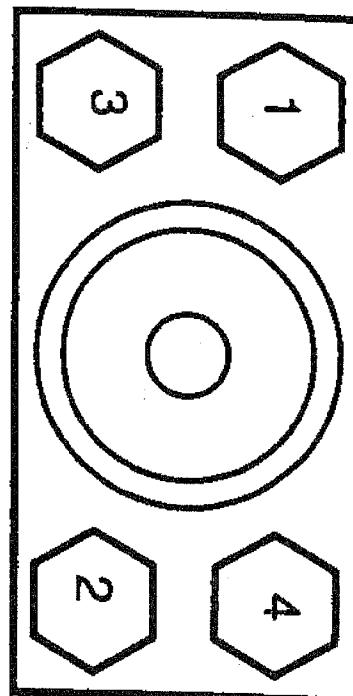

Рис. 32. Последовательность затяжки болтов соединительного узла
6. Постепенно затягните все болты соединительного узла с усилием в диапазоне 1,2...2,8 Нм в последовательности, показанной на рис. 32.
5. Постепенно затяните все болты соединительного узла с усилием 3,4 Нм в соответствии с указаниями на стр. 69. См. рис. 32 и 33.